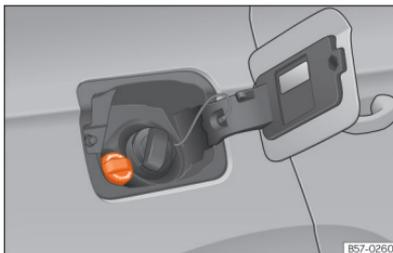

Abb. 186 Verschlussdeckel des AdBlue®-Tanks
- Öffnen Sie die Tankklappe  (Abb. 186).
- Verschlussdeckel SCR-Einfüllstutzen nach links drehen »» (Abb. 186).